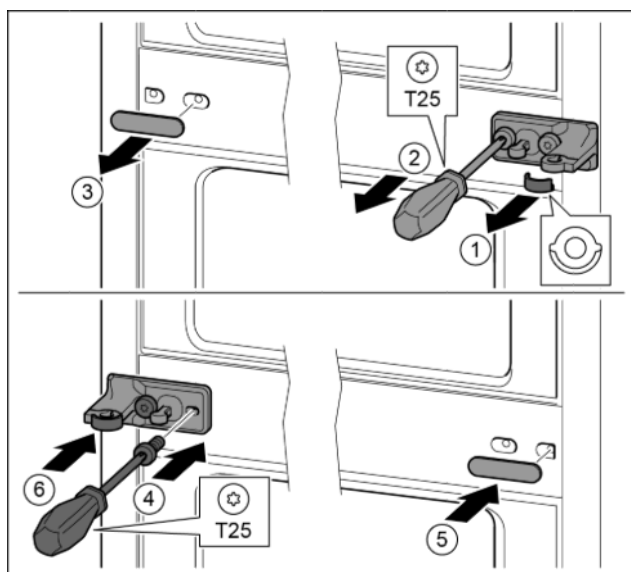

Fig. 26
- ▶ Stáhněte podložku. Fig. 26 (1)
- ▶ Šroubovákem T25 vyšroubujte šrouby. Fig. 26 (2)
- ▶ Opatrně stáhněte kryt. Fig. 26 (3)
- ▶ Stojan ložiska s fólií otočený o 180° pevně přišroubujte na druhé straně. Fig. 26 (4)
- ▶ Kryt otočený o 180° připevněte na druhé straně. Fig. 26 (5)
- ▶ Zepředu nasuňte podložku. Fig. 26 (6)